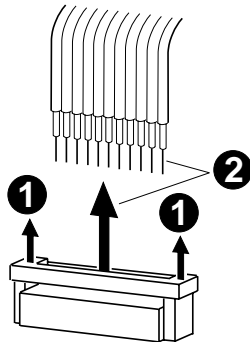

Fig. 5
- Bei Bedarf Steckverbindungen lösen (Fig. 5).
- If necessary, disconnect the connectors (Fig. 5).